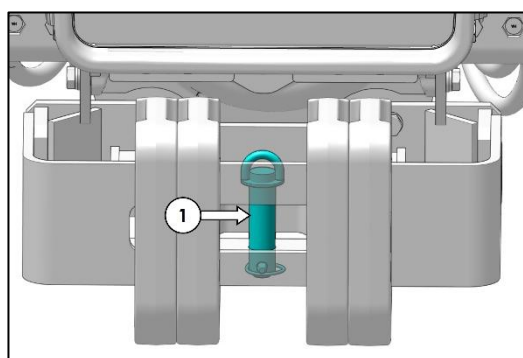

Fig. 161 : REMORQUAGE AVANT
- a. Pour tirer le tracteur vous pouvez utiliser le point d'attache (1 sur la Fig. 161) (goupille diam. 30,0 +1,5 /- 0,0 mm).